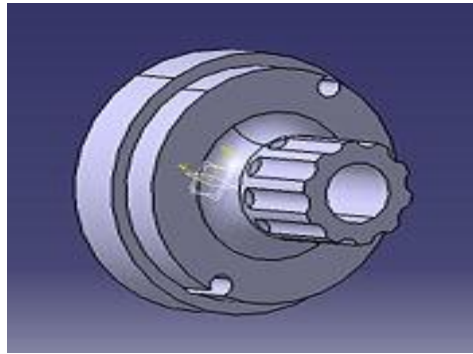

Figura 1.7 Modelado en 3D
**3 dimensiones (3D):** como en la figura 1.7, se modelan y editan elementos geométricos tridimensionales. En este se pueden construir modelos geométricos virtuales.